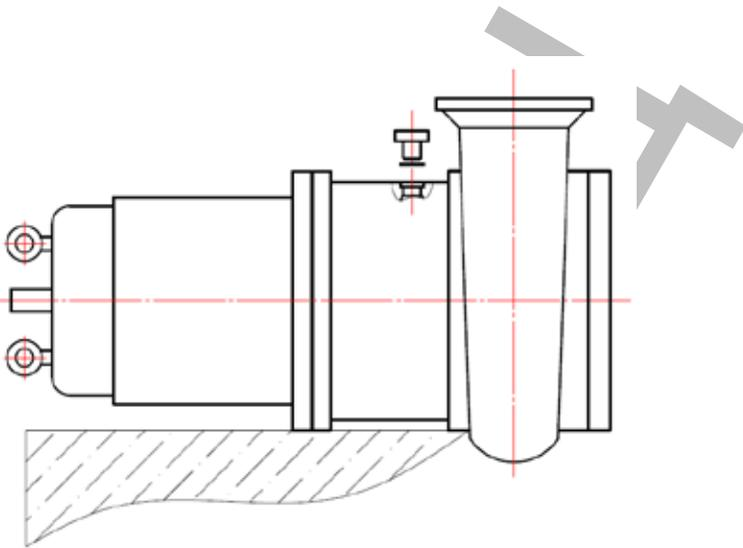

Рисунок 4. Схема заливки масла с боковым подводом
4.2.2 Замена масла с **боковым подводом** заливного отверстия, осуществляется следующим образом (рисунок 4):